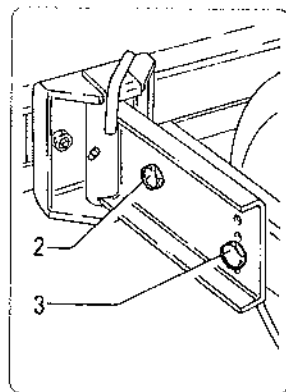

fig. 5.2.2
5.2.2 - Regolazione ruote fig. 5.2.2